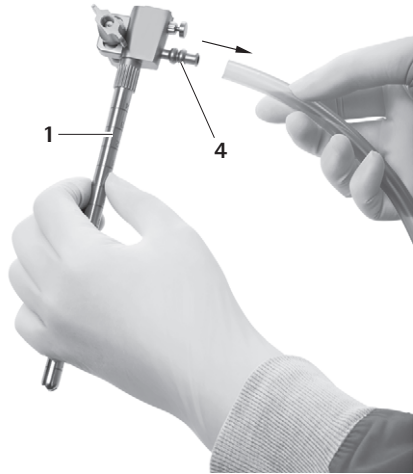

Abb. 12
- ▶ Schlauch von Spülanschluss **4** abziehen, siehe Abb. 12.